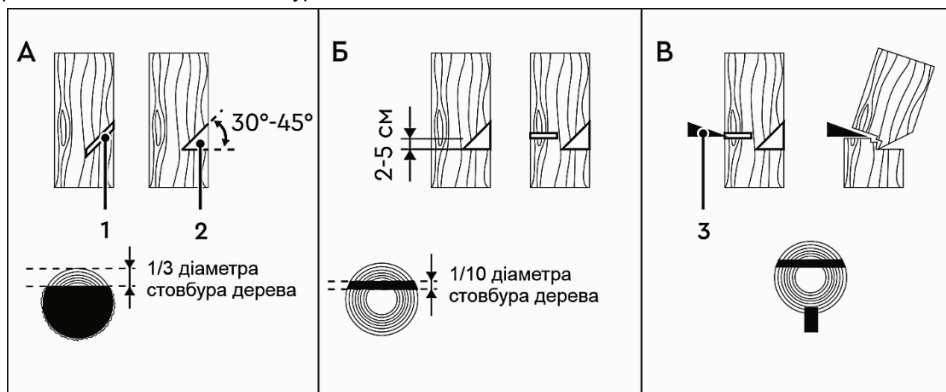

Рисунок 5
4.7.4 Виконання пропилів (рисунок 5)
Увімкніть пилу і почніть пиляти дерево з того боку куди воно має власти (1, рисунок 5-А). Виконайте клиноподібний пропил (2, рисунок 5-А) під кутом 30°-45°, глибина якого приблизно дорівнює 1/3 від товщини стовбура.
Валочний розпил (рисунок 5-В) виконайте із протилежного боку від клиноподібного пропилю, помістивши зубчастий упор пили на стовбур на 2-5 см вище нижнього краю клиноподібного пропилю. Завершіть пиляння тоді, коли до внутрішнього краю клиноподібного пропилю залишиться близько 1/10 діаметра стовбура. Коли робите валочний розпил, не намагайтеся пропиляти стовбур наскрізь до клиноподібного пропилю. Частина стовбура, яка залишилася непропиляною, буде направляти його в необхідний бік. Коли дерево почне падати, зупиніть роботу пили та негайно відійдіть у безпечну зону. Якщо дерево не почало падати, необхідно забити клин (3, рисунок 5-В), після чого дерево почне падати в сторону клиноподібного пропилю.